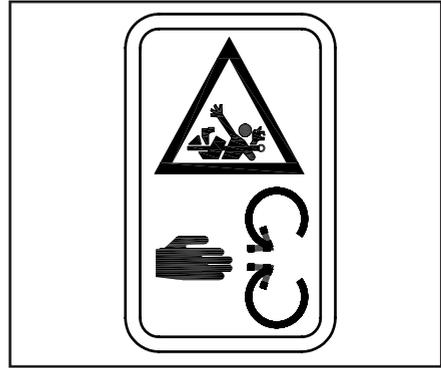

Fig. 2.26.2
29.3 580A1607 (Fig.2.26.2)**Danger d'entraînement**